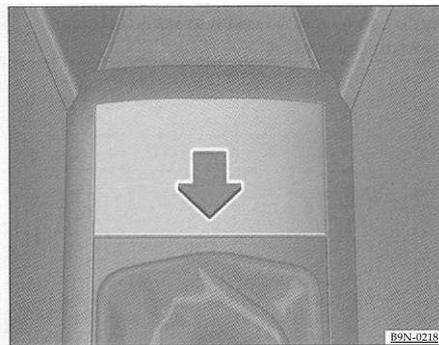

Fig. 74 Cinzeiro: abrir
- Para abrir o cinzeiro, pressione levemente a tampa de cobertura no sentido da seta => fig. 74. A tampa de cobertura abre-se automaticamente.